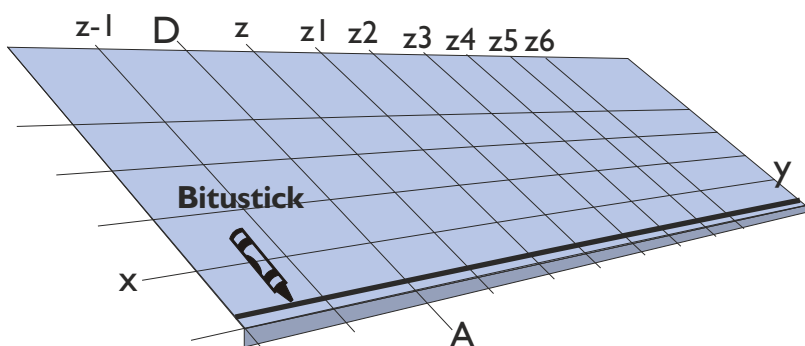

Fig. 2 - Bitustick
- Applicare sulla linea di gronda un cordolo di adesivo bituminoso Bitustick (fig. 2).